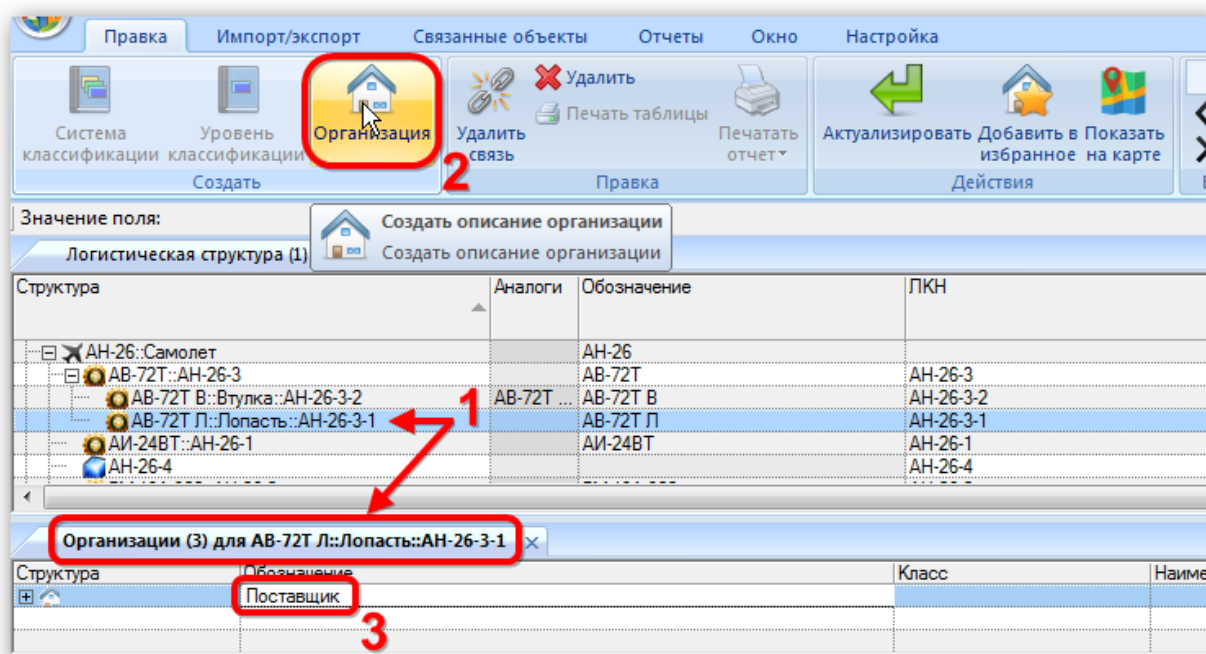

Рис. 9-53 – Создание новой организации, связанной с компонентом
- 2) Выбрать компонент (1 на рис. 9-53).
- 4) На панели «Создать» функциональной вкладки «Правка» нажать кнопку «Организация» (2 на рис. 9-53).
5) Ввести обозначение для новой организации в поле, открывшемся на редактирование (3 на рис. 9-53).